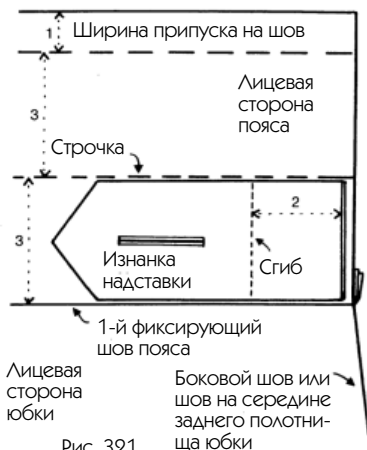

Рис. 321
5. Прикрепление планки: взгляните на рис. 321 и поступайте аналогичным образом, т. е. притачайте планку к внутренней части пояса на расстоянии 2 см от края, как предусмотрено (то же самое для среднего шва на заднем полотнище или бокового шва юбки).